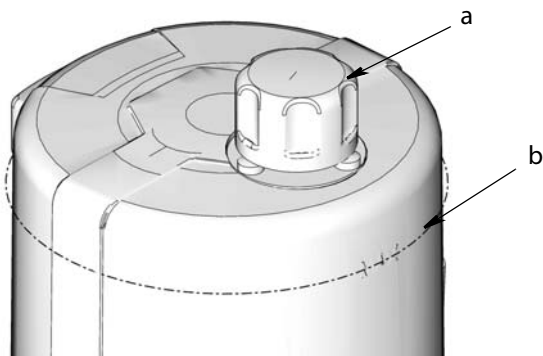

РИС. 10
- Не превышайте максимального заливочного объема (рис. 10).